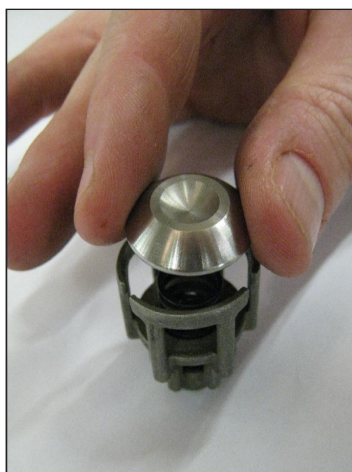
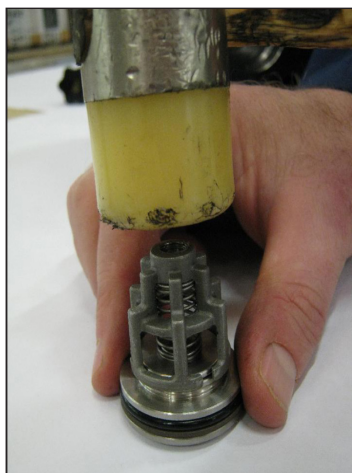

Fig. 33
Fig. 34
- 1 **Durant l'assemblage des groupes de soupapes d'admission et de refoulement (Fig. 33, Fig. 34). Faire particulièrement attention à ne pas intervertir les ressorts d'admission et ceux de refoulement préalablement démontés :**